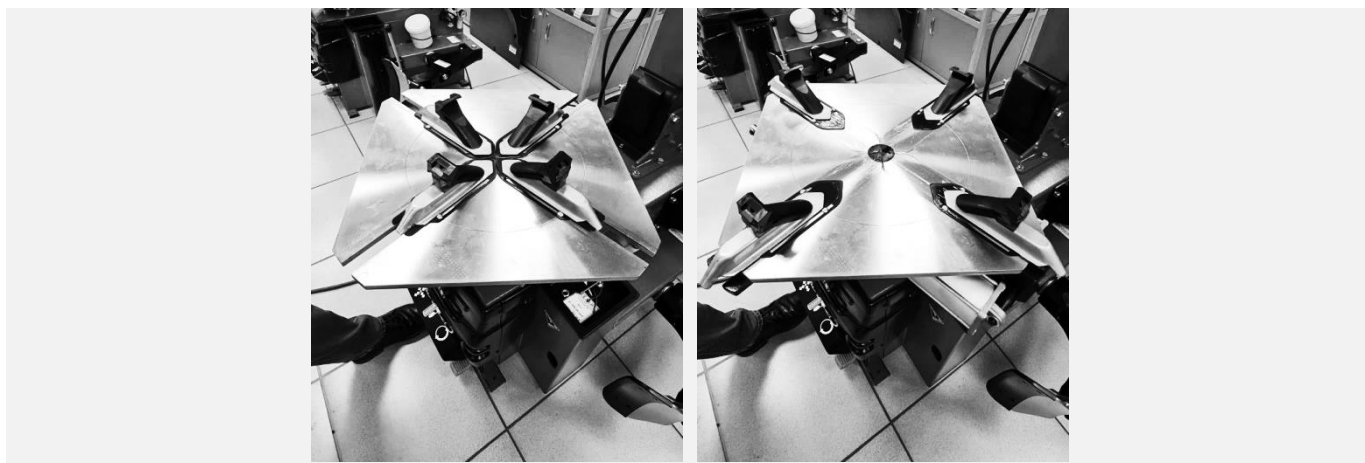

Рисунок 38
- Максимально развести зажимные кулачки, нажав педаль управления зажимными кулачками (см. Рисунок 38).